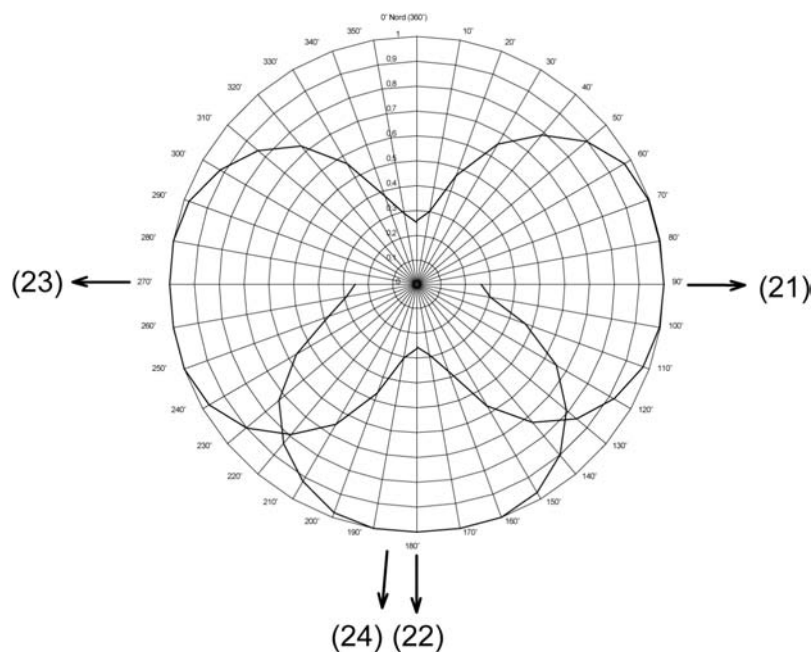

Bild 11: Kreisdiagramm Helligkeitserfassung
Für die Erkennung der Dämmerung ist in der Wetterstation ein eigener linearer Fühler eingebaut, der die Beleuchtungsstärke aus Richtung des Helligkeitssensors 2 (24) (Bild 11) ermittelt. Der Messbereich umfasst 0 ... 674 Lux und wird über ein 2 Byte Objekt versendet. Zur Anzeige der aktuellen Beleuchtungsstärke kann der Messwert bei einer einstellbaren Differenz bezogen auf den Messbereichsendwert gesendet werden. Auch zyklisches Aussenden der Werte ist möglich. Es stehen zwei einstellbare Grenzwerte zur Verfügung, bei deren Überschreiten oder Unterschreiten die Wetterstation jeweils Schalttelegramme aussenden kann. Wahlweise können diese Grenzwerte intern fest eingestellt oder extern zum Beispiel durch eine Visualisierungssoftware variabel eingestellt werden. Die Einstellung der Grenzwerte